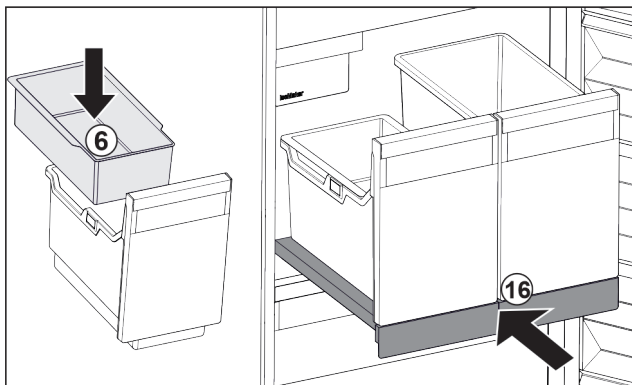

Fig. 130
- Inserire la vaschetta da agganciare Fig. 130 (6) per i cubetti di ghiaccio.
- Inserire il ripiano estraibile con il contenitore (IceTower). Fig. 130 (16)